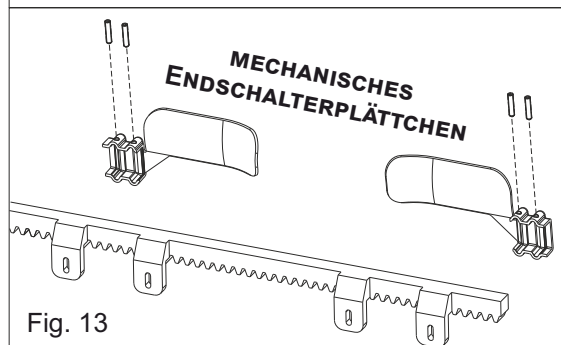

Fig. 13
- **MECHANISCHER ENDSCHALTER:** Bringen Sie das Plättchen (Abb.13) auf die gewünschte Endschalterposition (Abb.14) auf der Zahnstange. Befestigen Sie das Plättchen mit den mitgelieferten Schrauben an der Zahnstange
- **MECHANISCHER ENDSCHALTER:** Bringen Sie das Plättchen (Abb.13) in die gewünschte Endschalterposition auf der Zahnstange. Befestigen Sie das Plättchen mit den mitgelieferten Schrauben an der Zahnstange